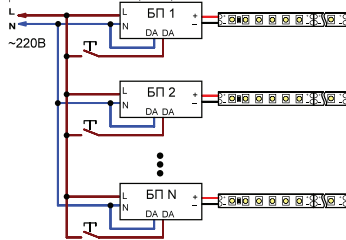

Рис.3. Структурная схема подключения оборудования при использовании кнопок Touch DIM
- 3.10. Для использования функции Touch DIM, необходимо на клеммы **DA1** и **DA2** подавать напряжение сети ~220В через кнопку с нормально разомкнутыми контактами, включенную в разрыв фазного провода сети (Рис.3). Управление выполняется следующим образом: